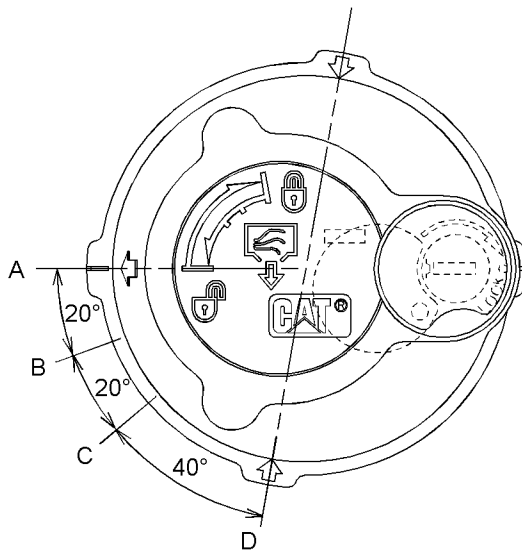

Ilustración 503
- (A) Posición TRABADA
- (B) Posición ALIVIO DE PRESIÓN - COMENZAR
- (C) Posición ALIVIO DE PRESIÓN - FINALIZAR
- (D) Posición ABIERTA
6. Suelte la presión que puede haber en el circuito hidráulico de retorno con el siguiente procedimiento. Consulte la Ilustración 503 para ver las posiciones de la tapa del tubo de llenado.
- a. Gire la tapa del tubo de llenado hacia la izquierda y mueva la flecha de la posición (A) a la posición (B).
- b. Suelte la presión durante un mínimo de 45 segundos moviendo la flecha de la posición (B) a la posición (C).
- c. Oprima la tapa del tubo de llenado hacia abajo y mueva la flecha de la posición (C) a la posición (D).
- d. Una vez que se libera la presión del tanque, apriete la tapa del tubo de llenado del tanque hidráulico a la posición (A).